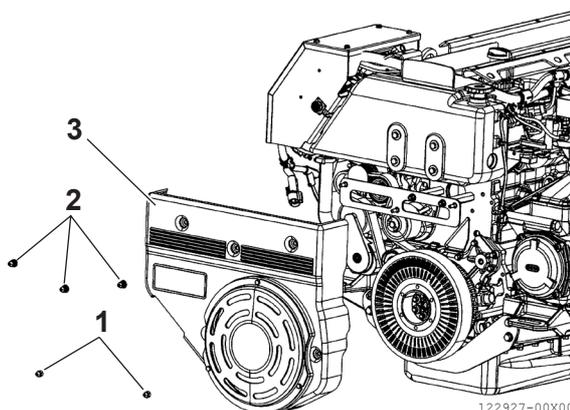

Abbildung 21
1. Lösen Sie die Muttern (**Abbildung 21, [1]** und **Abbildung 21, [2]**) und entfernen Sie den vorderen Schutz (**Abbildung 21, [3]**). Stellen Sie sicher, dass die Oberflächen des Dämpferschwungrads keine Beschädigungen oder Risse aufweisen. Wenn der Dämpfer beschädigt ist, ersetzen Sie ihn.